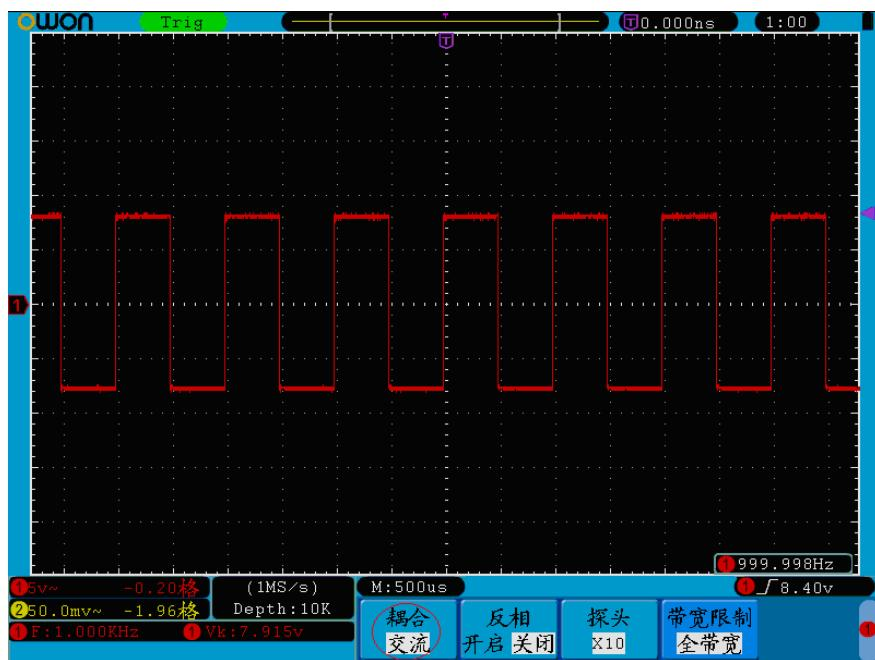

图5-2：交流耦合波形图
- (1) 按 CH1菜单 按键，调出 CH1设置 菜单。
- (2) 按 H1 键，调出耦合菜单。
- (3) 按 F1 键选择 直流，设置为直流耦合方式。被测信号含有的直流分量和交流分量都可以通过。
- (4) 按 F2 键选择耦合为交流，设置为交流耦合方式。被测信号含有的直流分量被阻隔。波形显示图5-2。